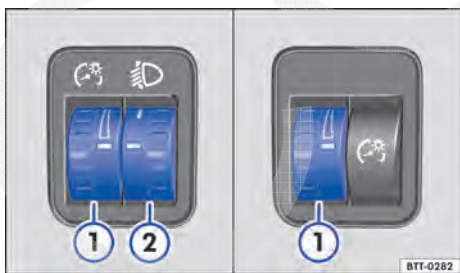

Fig. 98 Ao lado do volante: regulador da iluminação dos instrumentos e dos interruptores ①, assim como regulagem do alcance do farol ②.
① Iluminação dos instrumentos e dos interruptores
Com a luz ligada, a luminosidade dos instrumentos e dos interruptores pode ser regulada sem escalonamento girando o regulador ⇒ Fig. 98 ①.